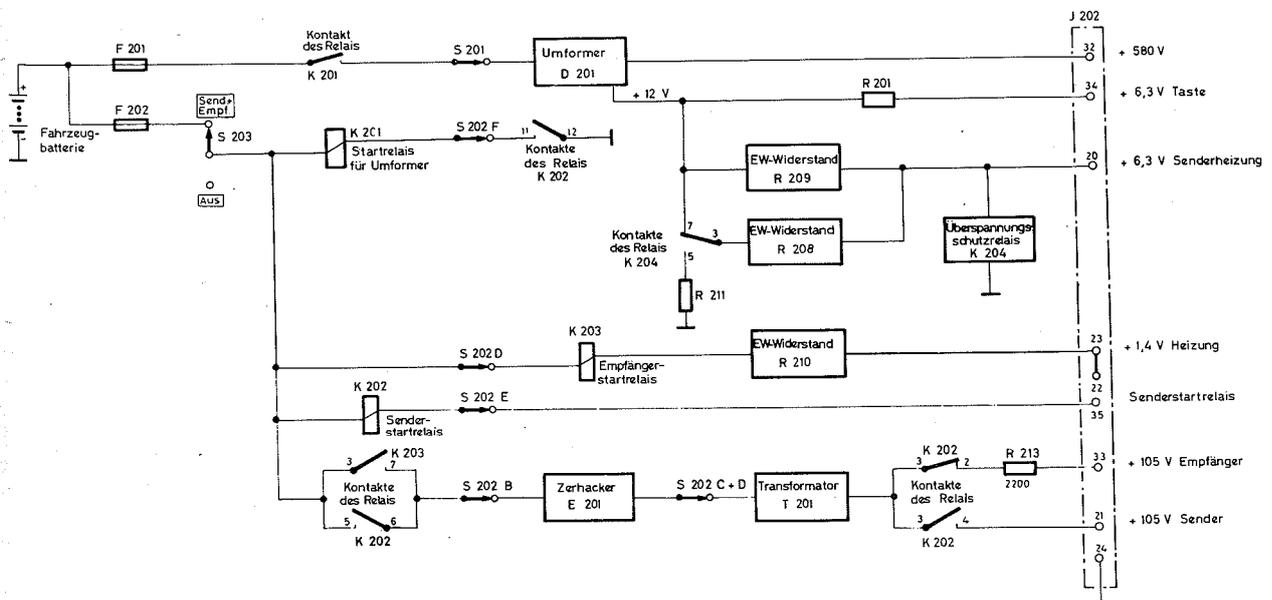
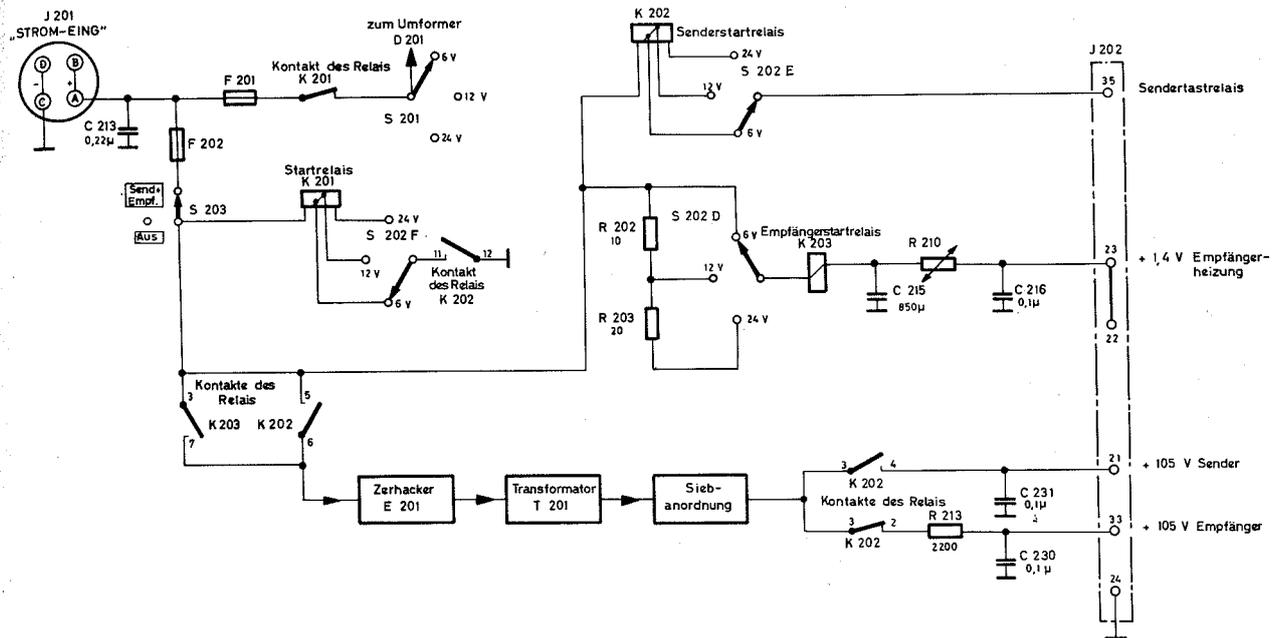
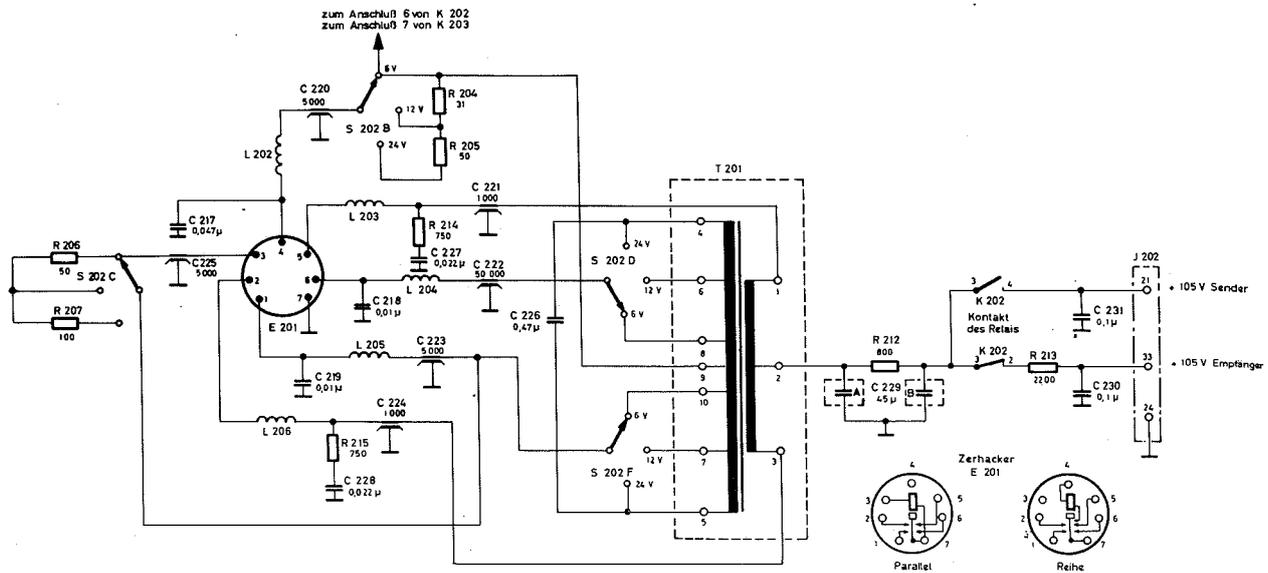

Bild 81 Stromversorgungsgerät DY-88/GRC-9, Blockschaltbild
Bild 82 Stromversorgungsgerät DY-88/GRC-9, Schalterstellungen
Bild 83 Stromversorgungsgerät DY-88/GRC-9, Schaltbild des Zerkhackers
5.4.1 Allgemeines (Bild 81)
a) Sicherungen. Die Fahrzeugbatterie ist mit den Plus- und den Minusanschlüssen des Stromversorgungsgerätes verbunden (Bild 82). Der Kondensator C 213 arbeitet als Hochfrequenzableitkondensator. Er verhindert, daß die Zuleitungskabel Hochfrequenz abstrahlen, die sich störend für den Empfang auswirken. Die Batteriesicherung F 201 muß stets dann ausgewechselt werden, wenn Batterien mit anderen Spannungen verwendet werden (Abschnitt 6.1). Für den Zerkhacker wird die Sicherung F 202 benutzt.
b) Schalter. Mit Hilfe der Spannungswahlschalter S 201 und S 202 (Stromversorgungsgerät) können die Spannungen 6-, 12- oder 24 Volt der entsprechenden Fahrzeugbatterie eingestellt werden. Der Schalter S 202 hat mehrere Kontaktscheiben, die mit S 202 A bis S 202 F bezeichnet sind (Bild 82 und 83). Der „SENDEN U. EMPF.-AUS“-Schalter S 203 ist ein einteiliger Drehschalter.
5.4.3 Empfängerheizung (Bild 82)
a) Der Zerschacker E 201 und der Transformator T 201 (Bild 82) liefern für die Empfängerröhren (Anoden und Schirmgitter) 105 Volt Gleichspannung bei 17 mA Belastung bei „EMPF.“-Betrieb und außerdem 105 Volt Gleichspannung bei 45 mA Belastung für die Anoden und Schirmgitter der Röhren V 5 und V 6 (Bild 65), ferner Spannung für den Oszillator, den Verdoppler und für die Anodenschirmgitter der Modulationsstufen des Senders bei Sendebetrieb (Bild 81 und 82).
oder über die Kontakte 5 und 6 des Relais K 202 (Bild 82), über Spannungswahlschalter S 202 B zur Mittelanzapfung des Transformators (Anschluß 9) T 201 (Bild 83). Mit Hilfe des Schalters S 201 können die drei verschiedenen Batteriespannungen eingestellt werden.
a) Wird Schalter E auf Stellung „SENDEN U. EMPF.“ gestellt, wird das Sender-Startrelais K 202 gespeist und die Kontakte 11 und 12 schließen sich, um dem Umformer-Startrelais K 201 Strom zuzuführen (Bild 82). Gleichzeitig schließen sich die Kontakte 5/6 und 3/4 des Relais K 202, während sich die Kontakte 2/3 öffnen (Abschnitt 5.4.6). Das Relais erhält 6-, 12- oder 24-Volt-Batteriespannung entsprechend der Stellung des Schalters S 202 E.
a) Die geschlossenen Kontakte 5 und 6 des Relais K 202 schalten die Batteriespannung auf den Zerschalteteil des Stromversorgungsgerätes (Bild 82). Der 105-Volt-Spannungsausgang wird über die geschlossenen Kontakte 3 und 4 des Relais K 202 (die Kontakte 2 und 3 sind nun geöffnet), dem Steckstift 21 des Steckers J 202 und den geschlossenen Kontakten 18 und 19 des Tastrelais K 101 zum Empfänger geführt (Bild 63).